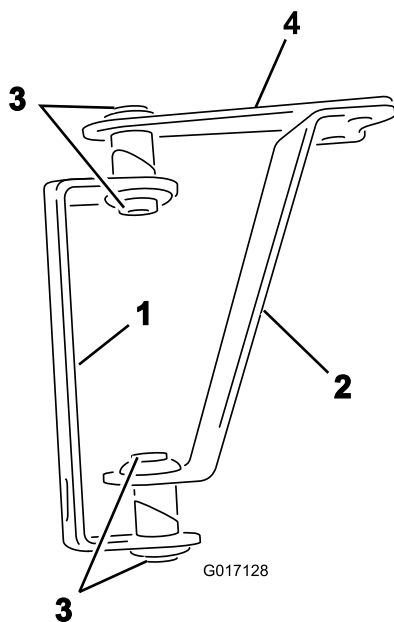
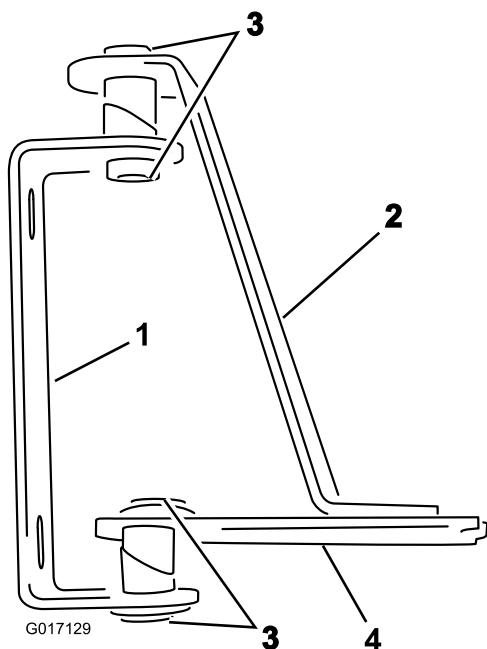

Bild 2
Bild 3
1. Arrangieren Sie die Scharniere und Riemen, wie in Bild 2 (für einen nicht abgedeckten Ausleger) oder in Bild 3 (für einen abgedeckten Ausleger) dargestellt.
- Setzen Sie die Büchsen in die Öffnungen in den Scharnieren des geschweißten Rohrs und den Riemen ein, wie in Bild 2 oder Bild 3 dargestellt.